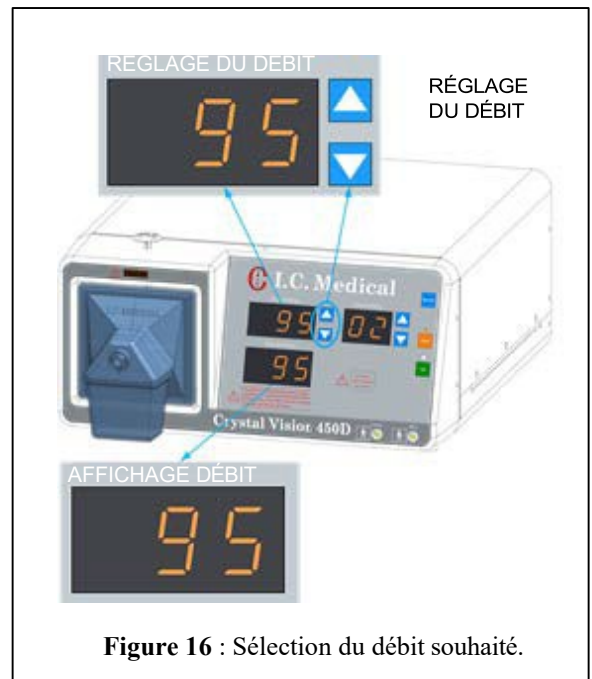

Figure 16 : Sélection du débit souhaité.
8. Les boutons de RÉGLAGE DU DÉBIT (Figure 16) définissent le débit maximum souhaité par le chirurgien. Cette valeur est indiquée sur l'écran RÉGLAGE DU DÉBIT.
9. L'AFFICHAGE DÉBIT (Figure 16) enregistre la quantité de gaz et de vapeur qui s'écoule actuellement. Cette valeur doit être égale à zéro lorsque la pompe à vide n'est pas allumée.